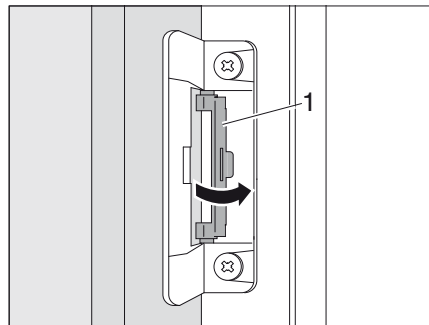

Bild 346 Vrida tillbaka spärren till utgångsläge
**Ta ut ventilationsläge:** ■ Vrida tillbaka spärren (Bild 346,1) till utgångsläge.